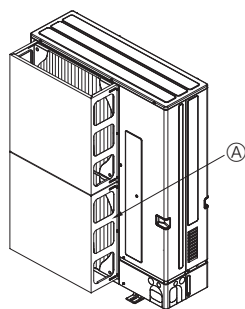

Fig. 2-4
- ② Τοποθετήστε έναν προαιρετικό οδηγό αέρα, αν πρόκειται να εγκαταστήσετε τη μονάδα σε σημεία όπου υπάρχει το ενδεχόμενο να φυσούν απευθείας στο στόμιο εξαγωγής του αέρα πολύ δυνατοί άνεμοι κτλ. (Fig. 2-4)